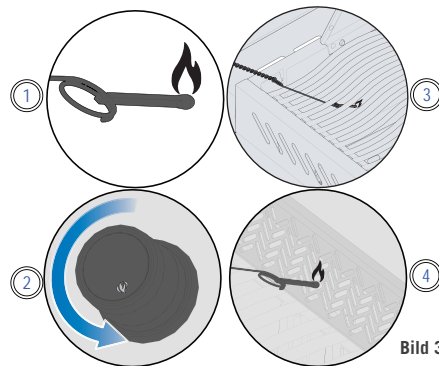

Bild 3
3. Medan du vrider den motsvarande brännarens vred till hög värme. (Bild 3)